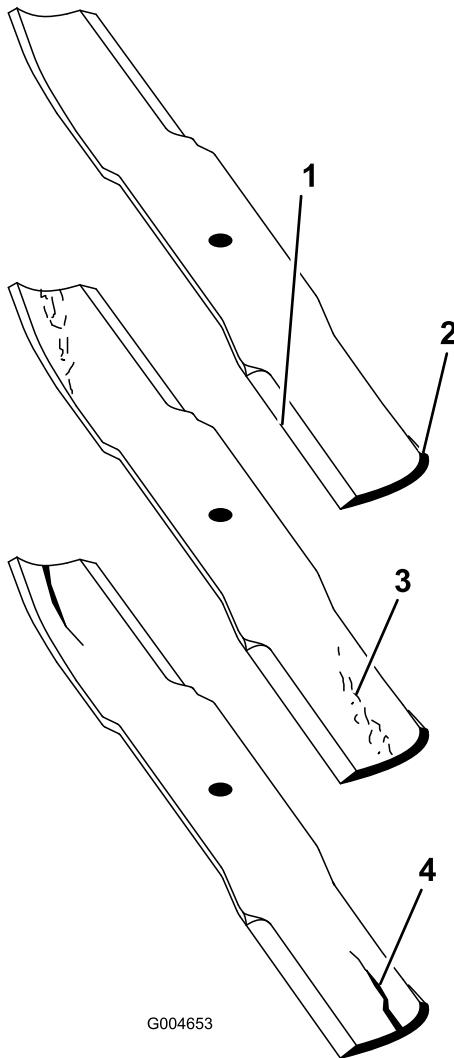

Figura 93
2. Verificate accuratamente i taglienti, con particolare attenzione ai punti d'incontro delle sezioni piatta e curva della lama (Figura 93). Sabbia e materiali abrasivi possono consumare il metallo che connette le sezioni piatta e curva della lama, per cui si consiglia di controllare la lama prima di usare il tosaerba. Se riscontrate segni di usura (Figura 93), sostituite la lama.
Se continuate ad usare la lama usurata, si forma una scanalatura tra la costa e la sezione piatta della lama (Figura 93). Alla fine, un pezzo di lama può staccarsi e venire lanciato dal sottoscocca, con il rischio di ferire gravemente voi o gli altri.